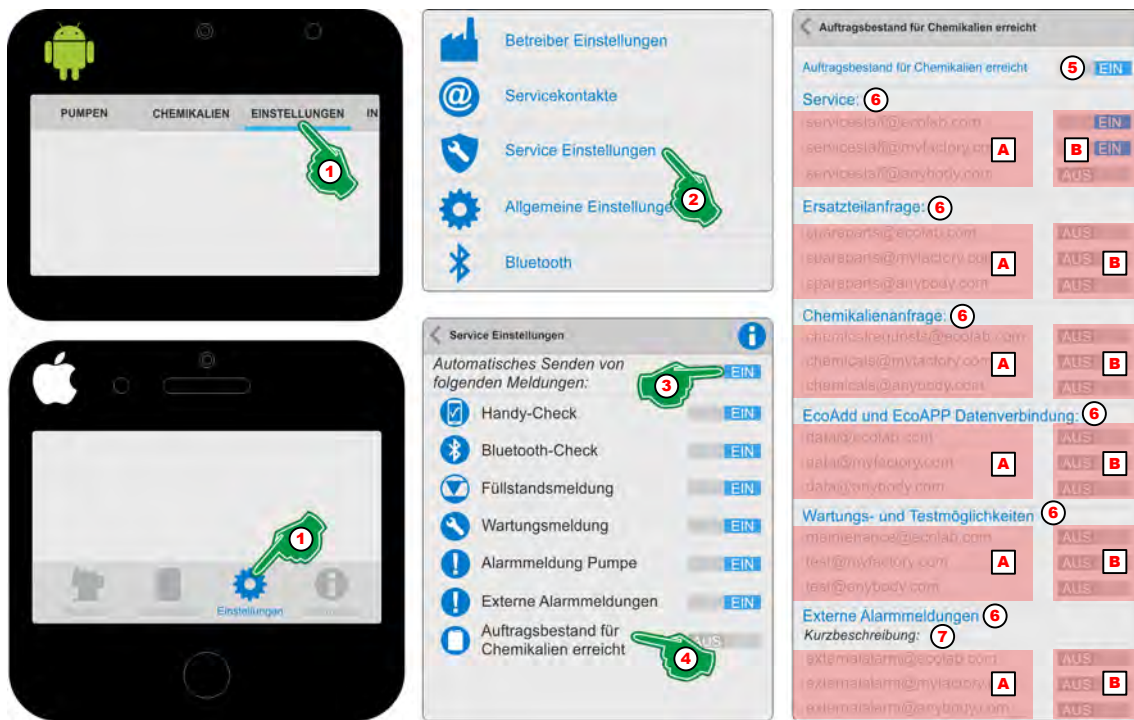

Abb. 51: „Auftragsbestand für Chemikalien erreicht“
1. ▶ [Einstellungen] (Abb. 51, Pos. 1) auswählen.
2. ▶ [Service Einstellungen] (Abb. 51, Pos. 2) auswählen.
3. ▶ „Automatisches Senden von folgenden Meldungen“ (Abb. 51, Pos. 3) **EIN** Schalten.
4. ▶ Das Symbol oder die Bezeichnung „Auftragsbestand für Chemikalien erreicht“ (Abb. 51, Pos. 4) auswählen.
5. ▶ „Auftragsbestand für Chemikalien erreicht“ (Abb. 51, Pos. 5) **EIN** Schalten.
6. ▶ Gewünschte Servicekontakte (Abb. 51, Pos. A) **EIN** (Abb. 51, Pos. B) Schalten.
7. ▶ Zur Anzeige von Fehlern bei Verwendung einer externen Steuerung (Abb. 51, Pos. 7) eine Kurzbeschreibung (Abb. 51, Pos. 8) zur Identifikation vergeben.